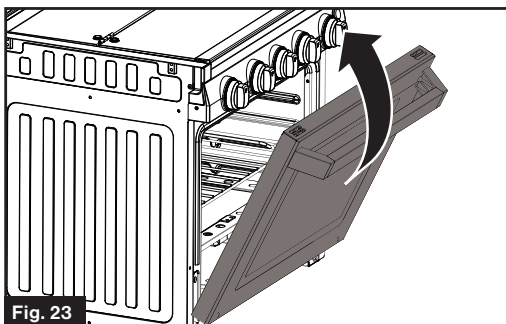

Fig. 23
4. Cierre la puerta hasta que se detenga. Quedará a medio abrir. (Fig. 23)